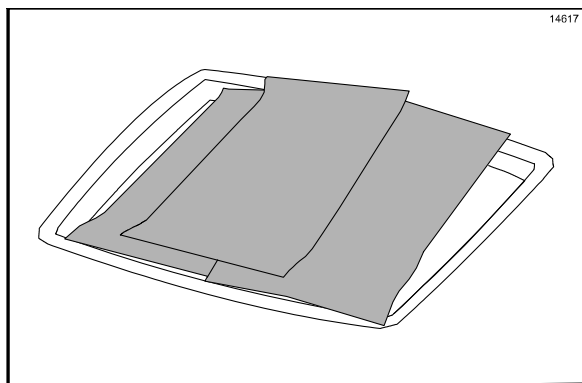

Figure 46
13. Placer toutes les feuilles de protection à plat sur le plateau de rangement des feuilles de protection. **NE PAS** les plier, les plisser, ni les poser sur des objets tranchants. **NE PAS** les nettoyer dans l'évier en trois parties (Cf. Figure 46).